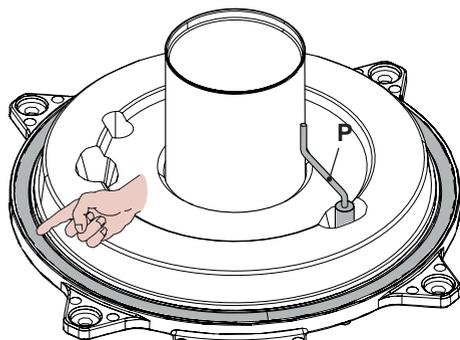

Figura 9.7
- La junta de silicona de la pared frontal de la cámara de combustión (Figura 9.7) debe cambiarse si es deteriorada.
- El electrodo de encendido/detección P de la Figura 9.7 funciona también como sensor para la descarga correcta del condensado.